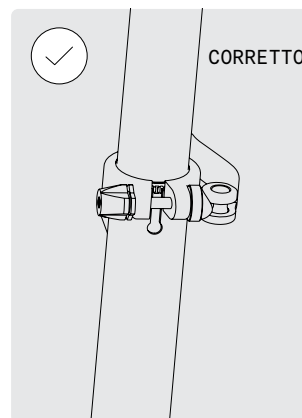

FIG. 33
- Fare attenzione a non estrarre il canotto sella dal tubo piantone sella oltre il segno MIN/MAX (fig. 33, 34).